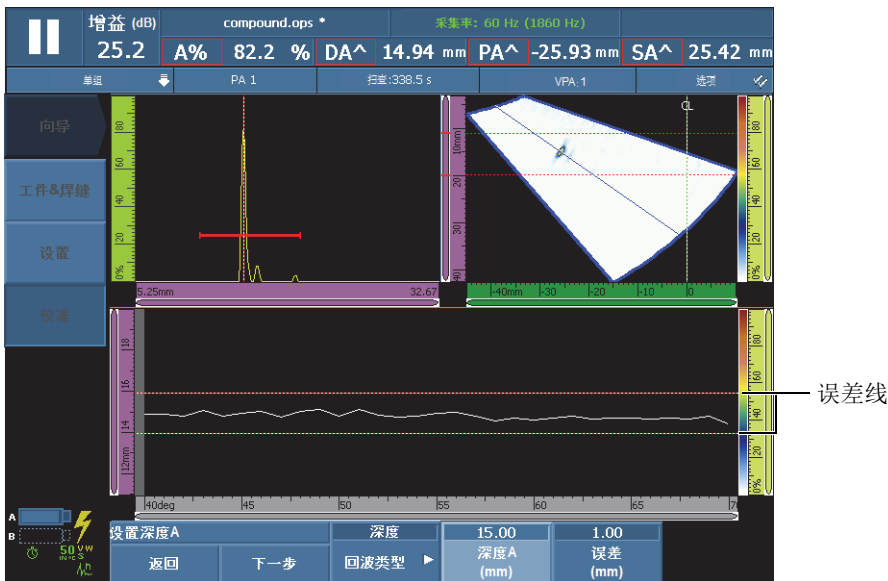

图 5-9 为楔块延迟校准建立包络
- a) 在校准反射体上前后移动探头, 建立包络线 (参见第 128 页的图 5-9)。